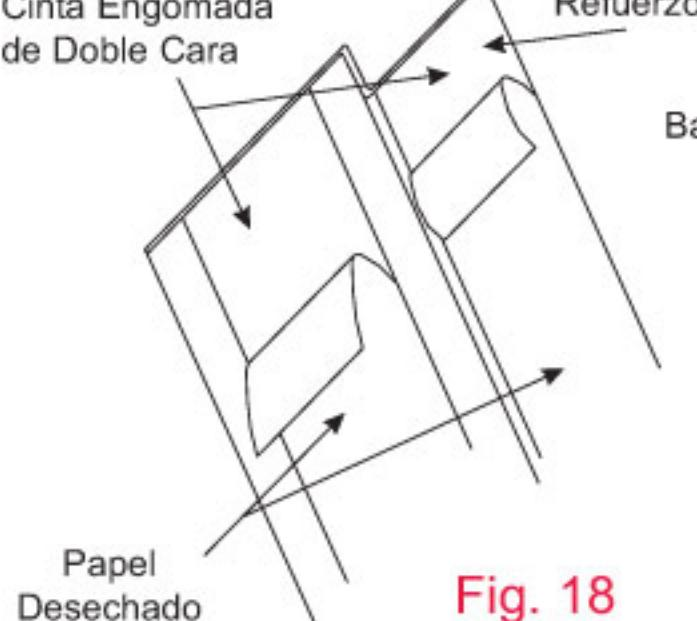
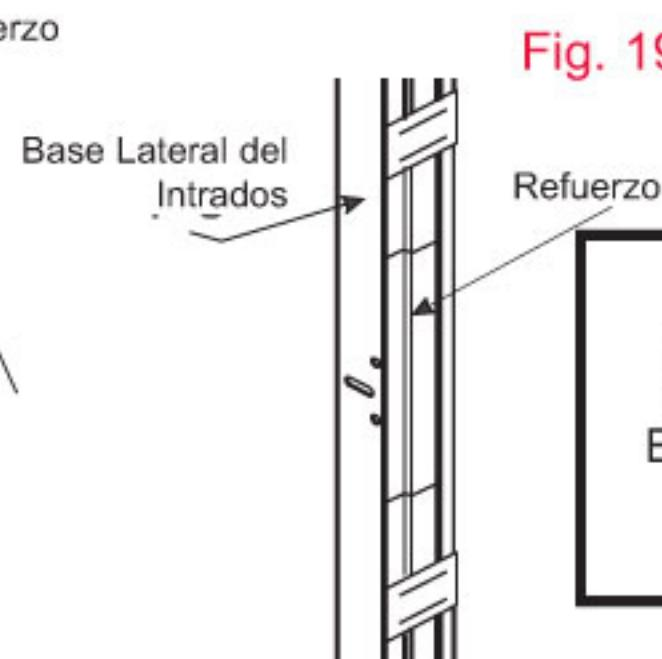

Fig. 18
Fig. 19
- 2 Remueva el papel de la cinta adhesiva en dos pedazos (Fig 18) y presione en posición para asegurar la manga al marco (Fig 19).